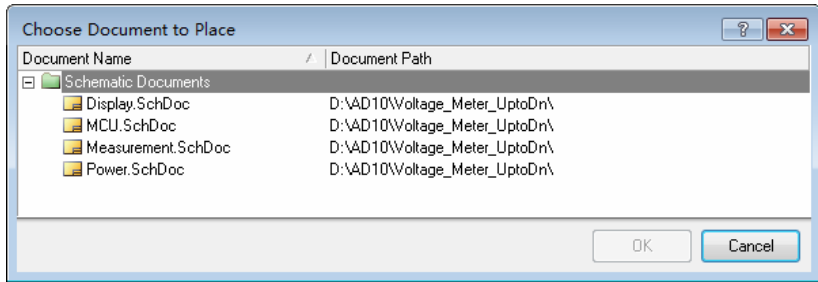

图 7-19 选择创建 Sheet Symbol 的原理图文档
(1) 新建一个 PCB 工程 “Voltage_Meter_DntoUp.PrjPCB”。
(2) 将例 7-5 所创建的层次化原理图中的 Power.SchDoc、Display.SchDoc、MCU.SchDoc、Measurement.SchDoc 文档复制到与新建工程相同的目录中,并将它们添加到工程中,这些底层原理图文档中已经包含了各模块的内部电路实现和对外连接的端口。
(3) 在工程中新建空白原理图文档 “Top_Level.SchDoc”,在该文档的原理图编辑环境中,执行菜单命令 Design >> Create Sheet Symbols from Sheet or HDL,弹出文档选择对话框,其中列出了当前工程所有的设计文档,如图 7-19 所示。选择 Power.SchDoc,单击 OK 按钮后退出,光标上会附着一个绿色的图纸符号,该图纸符号的 Filename 属性自动设为 Power.SchDoc,移动到适当位置后单击鼠标左键完成放置。